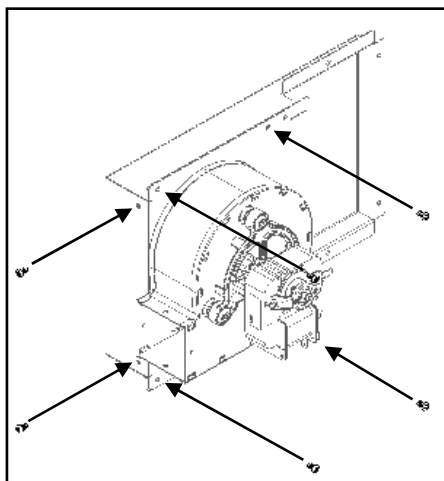

Figura 127 - Fixação apoio com o ventilador
c) Apertar o conjunto da Figura 127 na face lateral da câmara de combustão utilizando 6 parafusos **A** (DIN 7981 FA 4,2x13) nos furos preparados para o efeito.